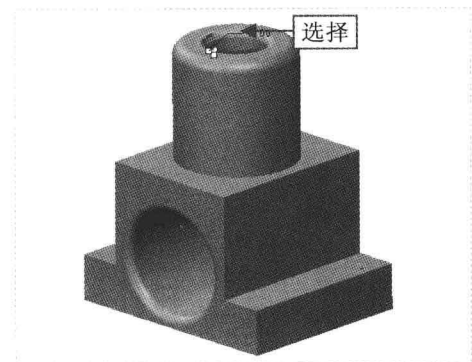

图 16-15 选择倒圆角边 3
Step 05 采用与上同样的方法，使用“倒圆角”命令，弹出“倒圆角”选项卡，设置圆角半径为 1，在绘图区选择合适的倒圆角边，如图 16-15 所示。